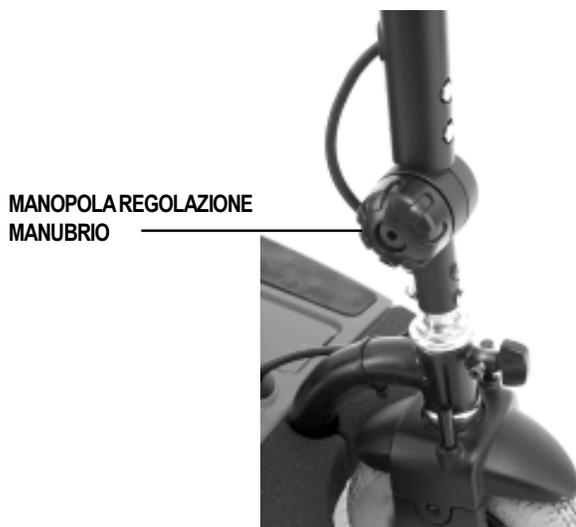

Figura 12. Regolazione manubrio
1. Ruotare in senso orario la manopola regolazione manubrio per liberarlo. Si veda figura 12.